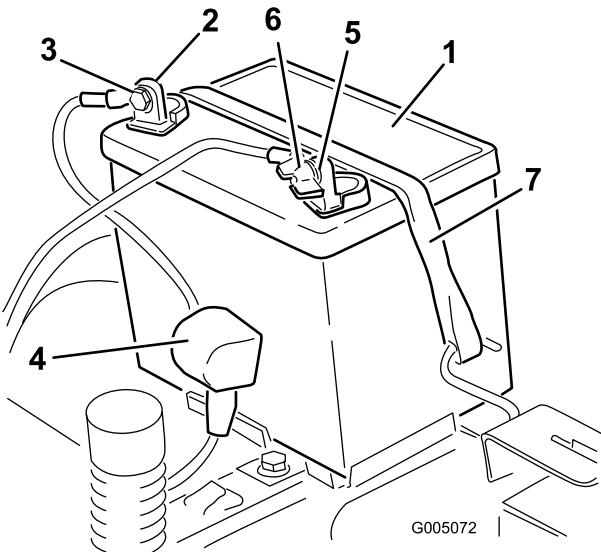

Figura 34
4. Staccate il cavo negativo (nero) di terra dal polo della batteria (Figura 34). Conservate tutti i dispositivi di fermo.
5. Infilate il cappuccio di gomma sul cavo positivo (rosso) della batteria. Staccate il cavo positivo (rosso) dal polo della batteria (Figura 34). Conservate tutti i dispositivi di fermo.
6. Togliete il dispositivo di fissaggio della batteria (Figura 34) e togliete la batteria dal vassoio.
- Posizionate la batteria sul vassoio con i poli dei morsetti rivolti verso la posizione di guida (Figura 34).
- Fissate la batteria con l'apposito dispositivo (Figura 34).